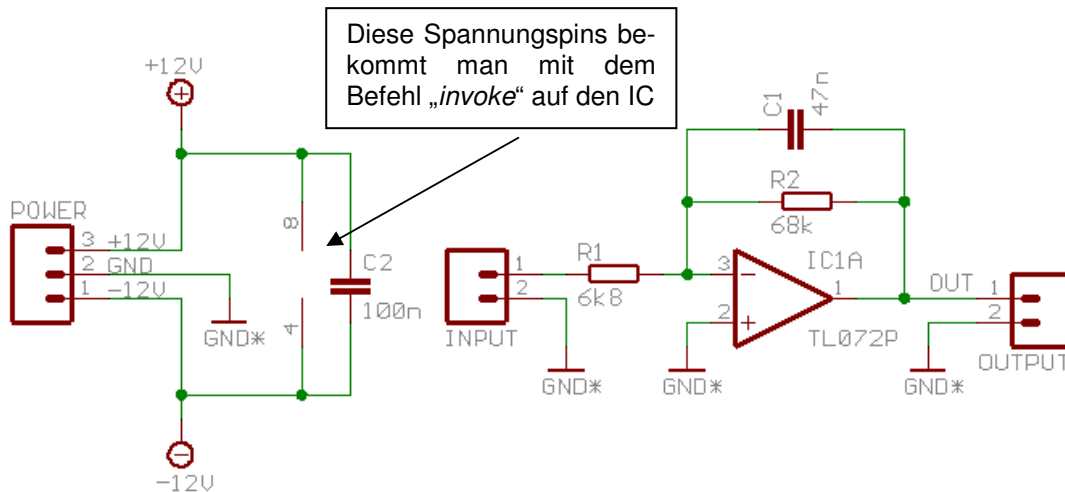

Abbildung 1: Filterschaltung
1. Erstelle die in Abbildung 1 gezeigte Schaltung in EAGLE-Schematic mit den folgenden Bauelementen: